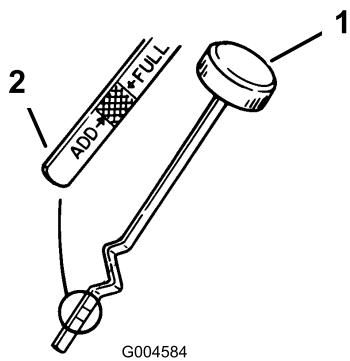

Figura 21
9. Svitate l'asta di livello dell'olio e pulitela (Figura 21).